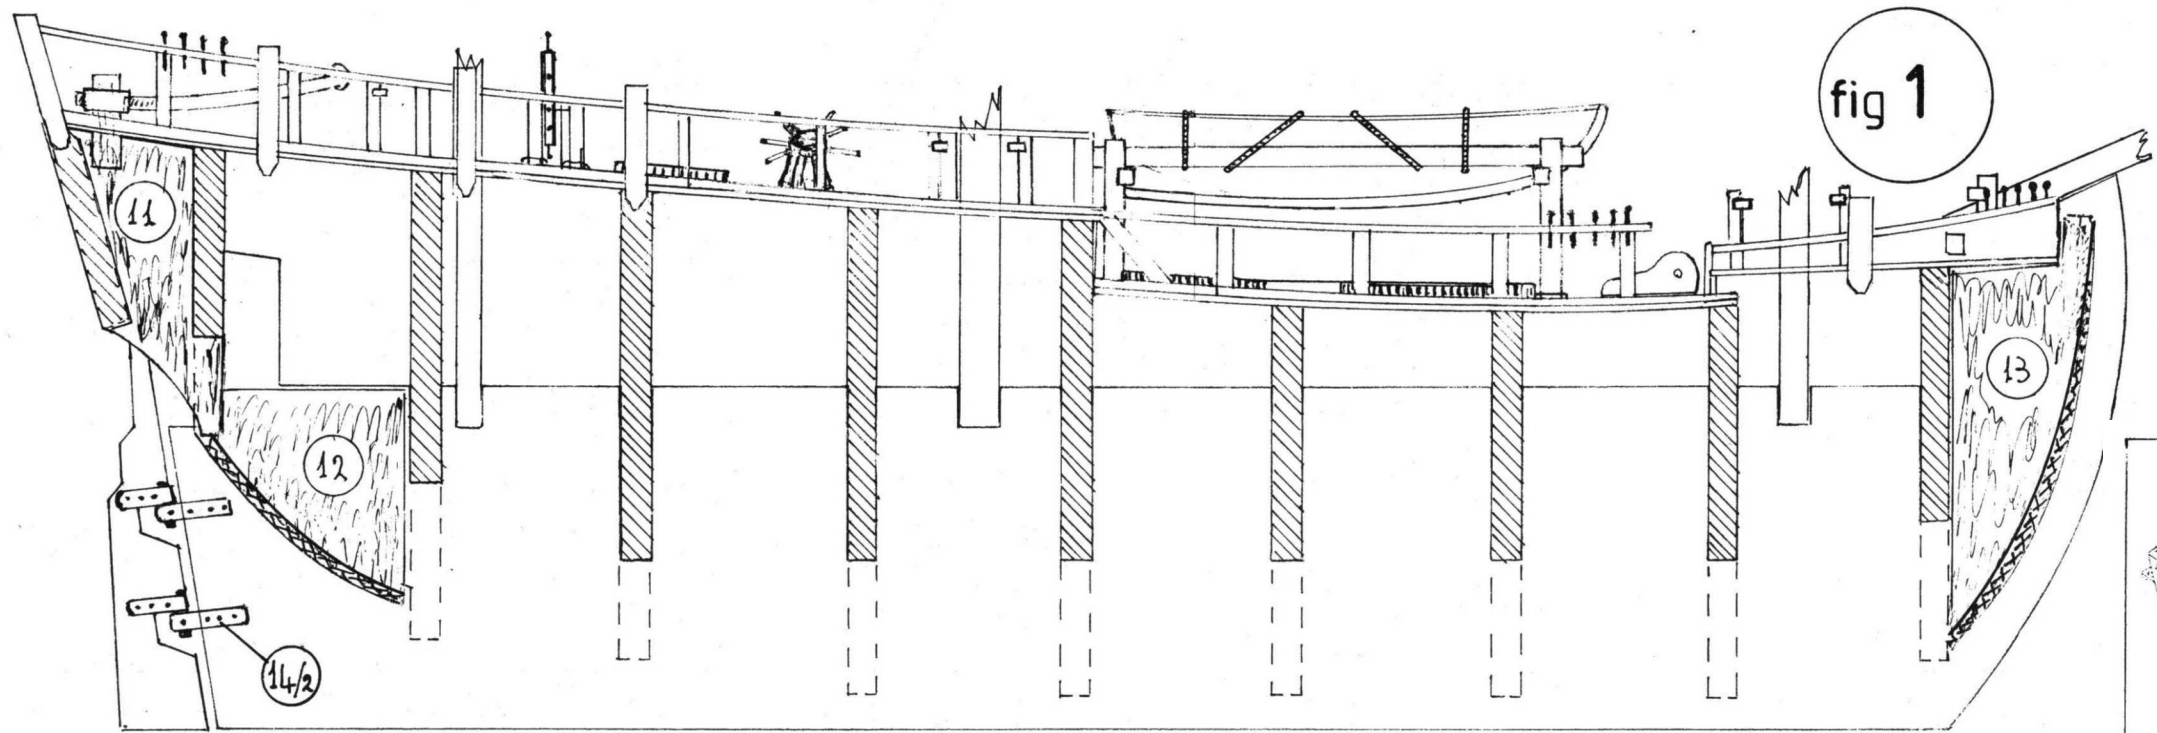

fig 1
1) Take two 4mm strips of plywood and attach them to a 15mm thick, flat piece of board at a distance of 4mm (fig. 1). This enables you to insert keel #14 straight and vertically. Without glue assemble the frame parts 1 to 9 in their joints on the keel #14 (fig. 2). Temporarily pin them down and assemble the foredeck #17, the middle deck #18 and the quarter-deck #19. During the assembly pay attention that all parts are not forced into their joints. Parts should have a slight play. Check the alignment of the structure: seen from the front the decks' lines must be parallel. Make small corrections by adjusting the joints. When you are sure that all lines are positioned correctly, disassemble everything and start the assembling by glueing to the keel the frames 1 to 9 in numerical order.
1) Auf einem ca. 15mm dicken Brett zwei 4mm dicke Leisten oder Sperrholzstreifen im Abstand von 4mm befestigen (Bild 1), so dass der Kiel #14 gerade und senkrecht eingeschoben werden kann. Die Spanten 1 bis 9 in die entsprechenden Einschnitte am Kiel #14 (Bild 2) einfügen. Das Vorderdeck #17, das Mitteldeck #18 und das Achterdeck #19 provisorisch einfügen und mit Nadeln fixieren. Bei dieser Trockenmontage darauf achten, dass die Teile nicht mit Druck in die Einschnitte gepresst werden, sondern ein leichter Spielraum vorhanden bleibt. Die Linienführung kontrollieren: von vorne gesehen müssen die Linien der Decks parallel zueinander verlaufen. Eventuelle Korrekturen können durch leichtes Überarbeiten der Einschnitte vorgenommen werden. Die Konstruktion aus verschiedenen Blickwinkeln betrachten und, wenn die Linienführung stimmt, alles noch einmal auseinandernehmen und mit dem eigentlichen Zusammenbau beginnen. Die Spanten 1 bis 9 in numerischer Reihenfolge auf den Kiel kleben.
3) Ruota timone (fig. 9): Procederà al montaggio ponendo il mozzo di ottone nel foro dei due supporti inserendo il distanziale di legno da 4mm. Fissare il complesso-timone #50 sul cassero nella posizione da fig. 2. Ricavare la barra timone #51 dal listello 3x3mm. secondo le misure riportate alia fig. 10. Nella parte terminale posteriore affiancare per il lungo 2 listelli 2x2mm. lunghi 7 mm. e chiudere dietro con l'altro listello 2x2mm. in modo da lasciare lo spazio per l'inserimento di un listello 3x3x11mm. che simula la parte terminale alta del timone (vedi fig. 1). Contornare la base del perno del timone con 4 piccoli listelli da 1x1 mm. in noce. Praticare sulla coperta di poppa 6 fori da 1mm. per accogliere i bozzelli con gambo 1x3mm. che servono per il passaggio corda per il funzionamento della manovra ruota/barra timone schematizzato alia fig. 2.
5) Parapetto del ponte centrale. Ricavare gli 8 pilastri (4 per lato) dal listello noce 2x2x9mm. e incollarli distanziati fra loro come da figg. 1 e 11 sopra l'incintone #29. Sopra i pilastri collocare, incollandoli, i corrimano ricavati dal listello 1,5x3x80mm. in noce appoggiando l'estremità posteriore sullo scallino in precedenza formato fig. 19 tav.2. Parapetti di poppa. Ricavare i 16 pilastri (8 per lato) #58 fig. 11 dal listello 2x2x9mm. e incollarli sopra il listello #28 distanziati tra loro secondo misure (fig. 1). Sopra i pilastri collocare incollandoli i corrimano ricavati dal listello 1,5x3x15mm. in noce. Raccordate i due corrimano a poppa con un listello 1,5x3mm. Nello spazio sottostante porre 3 pezzi di listello 2x2mm. in noce per sostenere il corrimano a poppa fig. 12. Supporti colubrine. Ricavare i supporti colubrine di poppa dal listello 3x3x17mm. #59 fig. 11 e porli, distanziati tra loro come da fig. 1, avendo prima praticati dei piccoli incastri in corrispondenza del corrimano e dal bordino sottostante in modo che siano il più aderente possibile alle fiancate. Allo stesso modo costruire i 2 supporti colubrina a prua alti però solo 13 mm. In tutti praticare alla sommità un foro da 1mm diam. per infiggere le colubrine #145 tav.3. Ricavare le 6 cavigliere #60,61,62,63,64,65 dal listello 1,5x5x16mm. in noce. Ricavare la cavigliera #66 dal listello 1,5x5x10mm. Praticare dei fori passanti per alloggiare le caviglie e collocarle, incollandole, sotto i corrimano sporgenti 3mm. particolare fig. 15. Incollare ora le caviglie #67 di metallo nei fori previsti per la legatura delle manovre di tutte le cavigliere comprese le #36, 37, 38, 39, 40 (particolare fig. 5 e 1) tav. 4. Alloggiare nelle posizioni indicate alia fig. 2, incollandoli, i 4 cannoni #68 formati da affusto metallico, canna bronzata e perno d'ottone (particolare fig. 16).
3) Roue du gouvernail (fig. 9): monter le moyeu de laiton dans les trous des deux supports en mettant le en bois 4mm. Fixer l'ensemble du gouvernail #50 sur le gaillard dans la position de fig. 2. Faire la barre du gouvernail #51 de la latte 3x3mm. suivant les mesures sur la fig. 10. À la fin de la partie postérieure adjoindre au long deux lattes 2x2mm. longues 7mm. et former arrière avec une autre latte 2x2mm. de façon à laisser la place pour l'insertion d'une latte 3x3x11mm. qui simule la partie finale haute du gouvernail (voir fig. 1). Entourer la base du pivot du gouvernail avec 4 petites lattes de 1x1 mm. en noyer. Faire sur le pont d'arrière 6 trous de 1mm. pour mettre les poulies avec pied 1x3mm. pour le passage corde pour le fonctionnement de la manoeuvre roue/barre du gouvernail comme la fig. 2.
5) Bastingage du pont central. Faire les 8 petites piles (4 pour côtés) de la latte en noyer 2x2x9mm. et les coller avec une distance entre elles comme la figg. 1 et 11 sur la parcente #29. Sur les petites piles mettre, en collant, les main courantes faits de la latte 1,5x3x80mm. en noyer en appuyant l'extrémité postérieure sur le monté précédemment fait fig. 19 tab. 2. Bastingages d'arrière. Faire les 16 petites piles (8 pour côtés) #58 fig. 11 de la latte 2x2x9mm. et les coller sur la latte #28 espacées entre elles selon les mesures (fig. 1). Sur les petites piles mettre en les collant les main courantes faits de la latte 1,5x3x15mm. en noyer. Raccorder les deux main courantes d'arrière avec une latte 1,5x3x15mm. Dans la place au-dessous mettre 3 morceaux de latte 2x2mm. en noyer pour soutenir la main courante d'arrière fig. 12. Supports couleuvrines. Faire les support couleuvrines d'arrière de la latte 3x3x17mm. #59 fig. 11 et les mettre, espacés entre eux comme la fig.1, avant de faire de petits emboîtement en correspondance des main courantes et du bord au dessous pour être le plus adhérents possible aux côtés. De la même façon faire deux supports couleuvrines en avant hauts seulement 13mm. Sur tous faire au sommet un trou de 1mm. diam. pour mettre les couleuvrines #145 tav. 3. Faire les 6 rateliers #60 ,61, 62, 63, 64, 65 de la latte 1,5x5x16mm. en noyer. Faire les rateliers #66 de la latte 1,5x5x10mm. Faire des trous passants pour mettre les cabillonts et les mettre, en les collant, sous la main courante avancés 3mm. détail fig. 15. Maintenant coller les cabillonts #67 de métal dans les trous prévus pour le liage des manoeuvres de tous les rateliers compris le #36, 37, 38, 39, 40 (détail figg. 5 et 1) tab. 4. Mettre dans les positions indiqués à la fig. 2, en les collant, 4 canons #68 faits d'affut de métal, canon bronzé et pivot de laiton (détail fig. 16).
5)Con un pezzo dl filo d’ottone (In dotazione) formare una dima (vedi fig. 7) che servira per avéré una giusta distanza dalle altre bigotte glà poste sulle coffe. Legare le bigotte tra loro con cordlno da 0,25mm. corne da fig. 8.Tendere le sartie ricavate da cordlno 0,25 dalle cime dei due alberi A e B. Appogglarle e incollarle sulla parte esterna delle crocette e flssarle poco sotto aile sartie délia seconda frazione d’albero (vedi fig. 2). Verniciare di nero opaco tutte le sartie sopradescritte. Incollare alla sommité quadrata del bompreso #78 la testa di moro #90 facendo in modo che la stessa rlsulti Inclinata corne si vede nella fig. 1. Far passare nel fora tondo l’asta #79 e, rispettando le misure, legarla al bompreso con cordlno. Incollare il pennaccino #83 alla parte centrale e frontale délia testa dl moro #90. Legare e incollare alla parte superiore délia stessa testa di moro 2 bozzelli, 1 destra 1 sinistra per il passaggio delle manovre. Agglungere ora il bompreso completo allò scafo appoggiandolo alla sommité délia chiglia e fissandolo sotto ll supporta #35 (fig. 2 e 3 tav. 2). Legarlo poi con cordino attraverso il fora diam. 1 in precedenza praticato sulla chiglia. Legare ora i pennoni completi dl bozzelli agli alberi secondo lo schéma délia fig. 1 .
5) Avec un morceau de fil de laiton (en dotation) faire une partie (voir fig. 7) pour une exacte distance des autres moques déjà mis sur les hunes. Lier les moques entre eux avec corde 0,25mm. comme la fig. 8. Embraquer les haubans faits de la corde 0,25mm. des sommets des deux mâts A et B. Les appuyer et les coller sur la partie extérieure des petites croix et les fixer après sous les haubans de la second partie du mât (voir fig. 2). Peindre en noir opaque tous les haubans décrit au dessous. Coller au sommet carré du beaupre’ #78, la chouque #90 en façon que la même est Inclinée comme la fig. 1. Faire passer dans le trou rond la hampe #79 et, en suivant les mésures, la lier au beaupre’ avec la corde. Coller la penne #83 à la partie central et frontal de la chouque #90. Lier et coller à la partie supérieure de la chouque deux poulies, 1 droite 1 gauche pour le passage des manoeuvres. Maintenant ajouter le beaupre’ complet à la coque en l’appuyant au sommet de la coque et le fixant sous le support #35 (fig. 2 et e tab. 2). Puis le lier avec la corde à travers le trou diam. 1 fait avant sur la coque. Maintenant lier les vergues complètes des poulies aux mâts selon le schéma fig. 1.